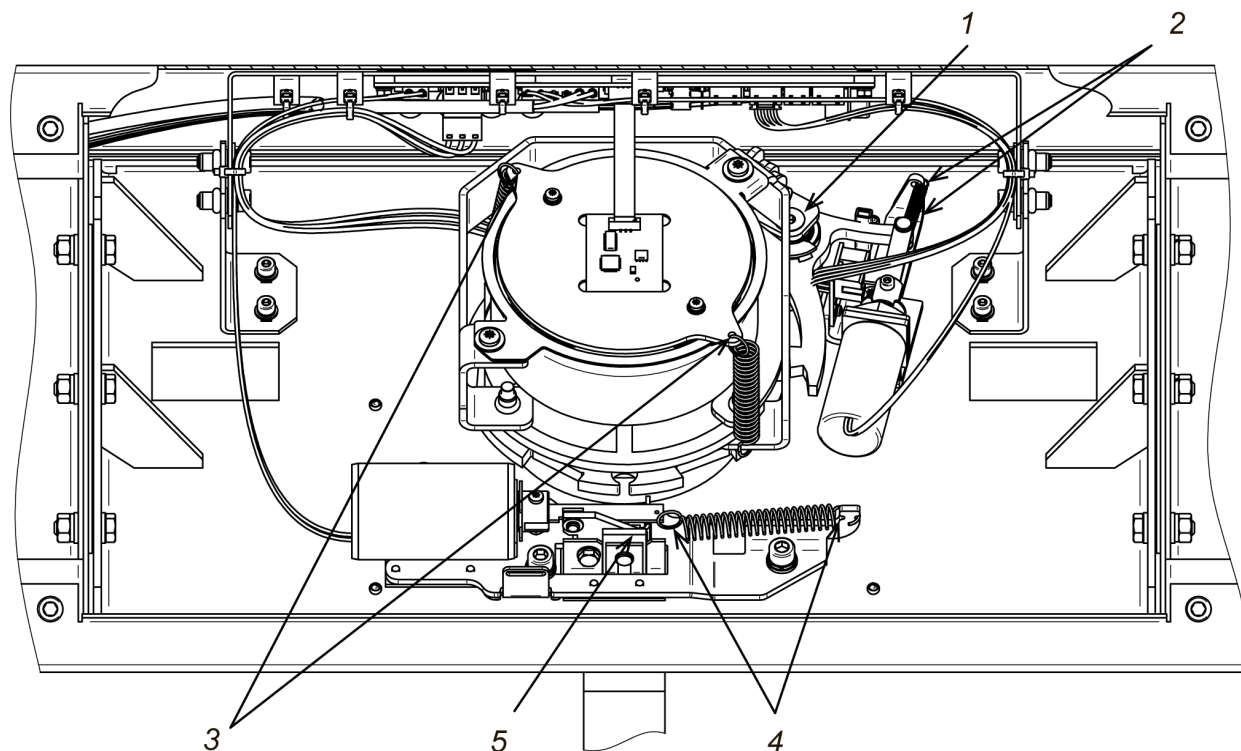

Рисунок 22. Узел вращения преграждающих планок турникета
3. Проверьте надежность крепления преграждающих планок (5) к маховику и при необходимости подтяните установочные винты крепления преграждающих планок.
5. Снимите основную крышку (2) турникета в порядке, указанном в разд. 6, и положите ее на ровную устойчивую поверхность.
- ось вращения рычага стопора (точка **1** на рис. 22) – смазкой **Chain and Rope Lube Spray – WEICON** или другой с аналогичными свойствами;
- места крепления пружин (точки **2, 3, 4** на рис. 22) – молибденовой смазкой;
- детали механизма аварийного открытия прохода (автоматического опускания преграждающей планки «Антипаника», точка **5** на рис. 22) – смазкой **Chain and Rope Lube Spray - WEICON** или другой с аналогичными свойствами.
12. Проверьте крепление преграждающих планок (5) в шарнирных узлах турникета и, при необходимости, подтяните крепежные винты.
15. Установите на место основную крышку (2) в порядке, обратном снятию, и зафиксируйте ее ключом.